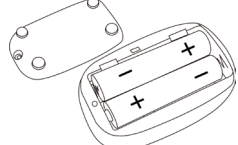

Figura 3 Installazione delle batterie
- Passo 1. Fare riferimento alla Figura 3 e inserire 2 batterie AAA nel verso corretto.